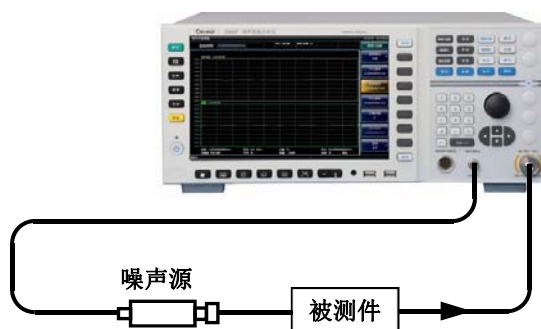

图 4.7 上、下变频器测试模式校准连接
- 步骤2.** 变频器测试模式的校准连接如图4.7所示，打开仪器，按复位键使噪声系数分析仪恢复至工厂预置状态。